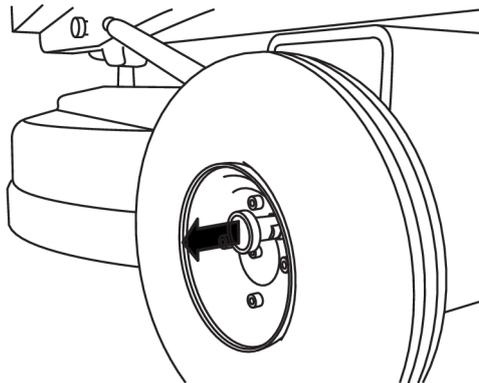

Figura 4-3. Sbloccare le ruote
1. Sbloccare le ruote estraendo la coppia in linea retta, vedere Figura 4-3, pagina 18.